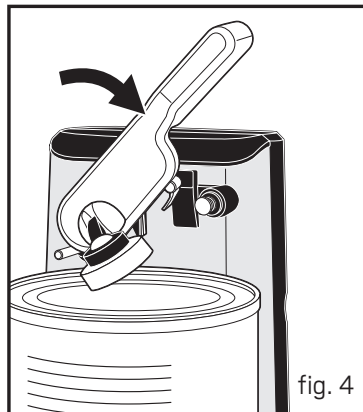

fig. 4
- Appuyez sur le levier de perçage complètement vers le bas. Le moteur commencera à faire tourner la boîte et à couper le couvercle (il n'est pas nécessaire de maintenir le levier de perçage enfoncé pendant l'action de coupe). Il peut être nécessaire de tenir le dessous des grandes boîtes lourdes pendant l'action de coupe. Consultez la figure 4.